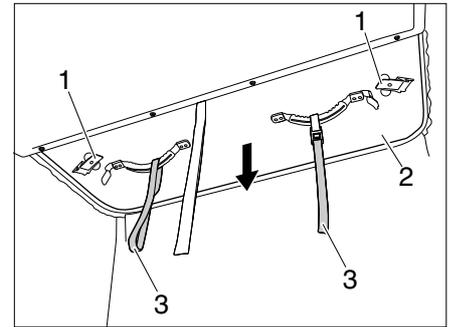
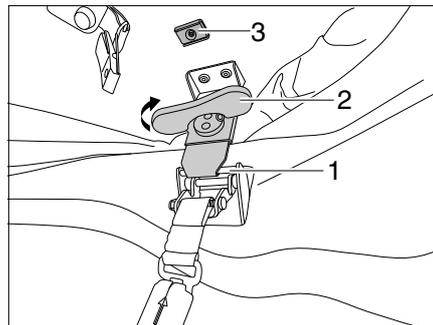

Bild 52 Aufstelldach nach unten ziehen
Bild 53 Verriegelung spannen
- ▷ Um mögliche Beschädigungen am Zeltstoff zu vermeiden, die Verschlusshebel (Bild 52,1) oben am Magnet fixieren.
- Prüfen, ob die Verriegelungen durch die Magneten (Bild 53,3) fixiert sind.
- Aufstelldach (Bild 52,2) an den Ziehvorrichtungen (Bild 52,3) nach unten ziehen.
- Verschlusshebel (Bild 52,1) vom Magnet (Bild 53,3) lösen und in die Rastung (Bild 53,1) einhängen.
- Drehgriff (Bild 53,2) der Verriegelung im Uhrzeigersinn drehen, bis die Verriegelung fixiert ist.
- Drehgriff (Bild 53,2) nach oben klappen.